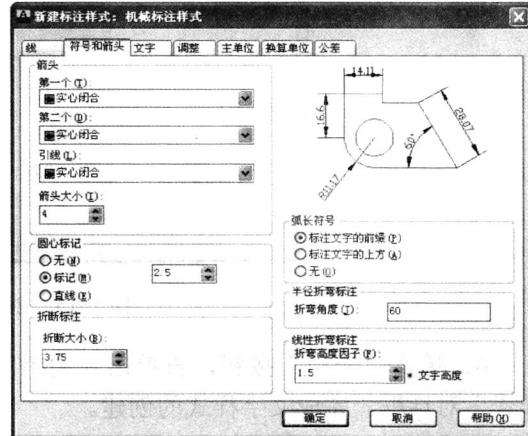

图 1-19 设置“符号和箭头”选项卡
4. 打开“符号和箭头”选项卡，在箭头大小文本框中输入“4”，即箭头的长度为 4mm；在“折弯角度”文本框中输入“60”，即半径折弯标注时尺寸线的折弯角度为 60°。其他选项保留默认设置，如图 1-19 所示。